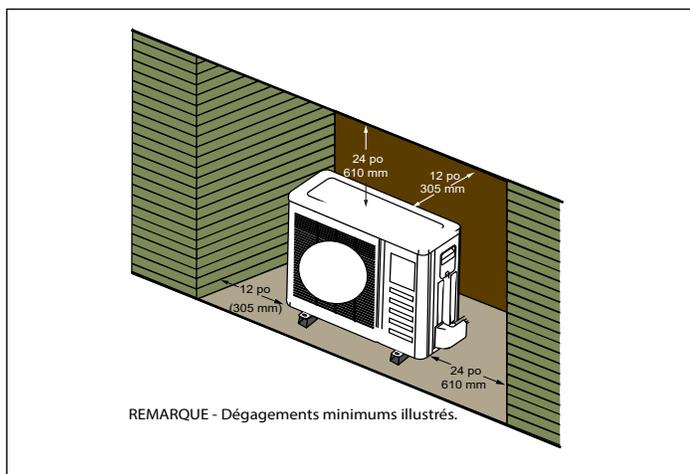

Figure 24. Unité installée dans une alcôve (typique)
- L'unité extérieure peut être installée dans une alcôve ou sous l'avancée d'un toit comme illustré à la « Figure 24. Unité installée dans une alcôve (typique) »